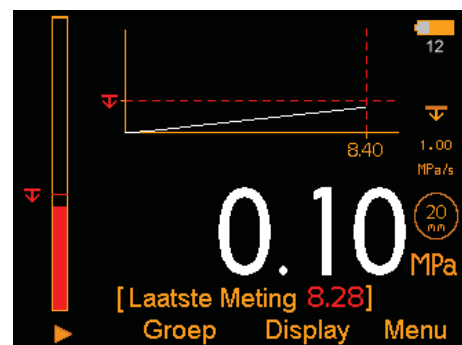

Fig. 4: Belastingsgrafiek
- **Belastingsgrafiek (Fig. 4)**; een grafische voorstelling van de toenemende toegepaste druk gedurende de test, gebaseerd op de trekgraad ingesteld voor een individuele test of groepstest. De grafiek wordt realtime geplot.